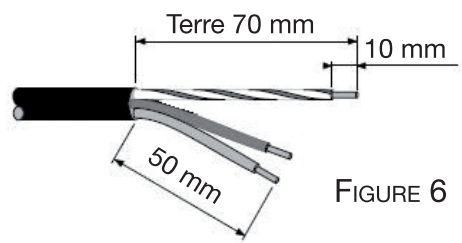

FIGURE 6
3. Dénudez environ 70 mm de gaine du cordon d'alimentation. Dénudez les fils électriques sur une longueur de 10 mm (figure 6).